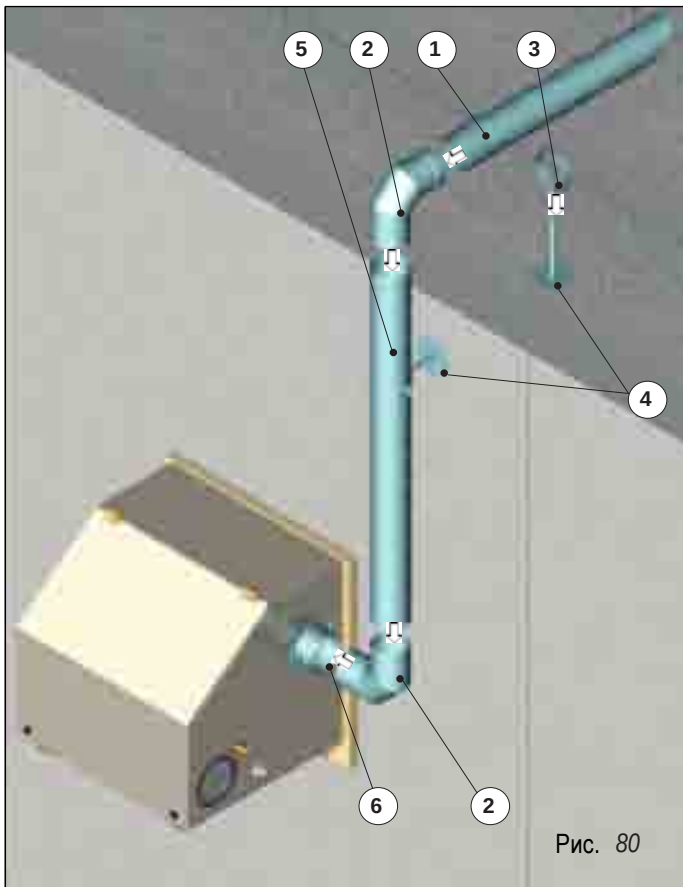

Рис. 80
На рис. 80 и 81 показано выполнение дымохода для генераторов модели GSR 50 и GSR 100.1, установленных на стене. Участок дымоходной трубы (5) должен быть отрезан в ходе монтажа. На рис. 80 представлена схема сборки различных компонентов, описанных ниже: